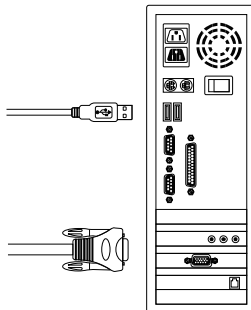

Figura 8. Painel frontal KVM-440
- C. Ligue somente os conectores USB e VGA nos computadores (figura 8)